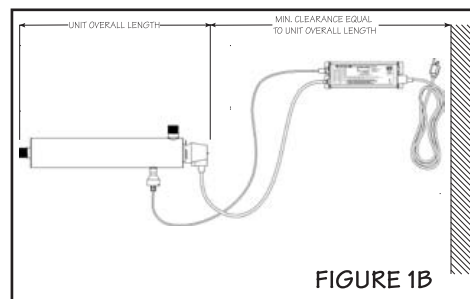

FIGURE 1B
2. Choisir un emplacement approprié pour l'installation du système de désinfection et des composants connexes. Tenir compte de la recommandation d'installer un disjoncteur de fuite à la terre (recommandé). Le système peut être installé verticalement (l'orifice d'entrée d'eau en bas – Figure 1A) ou horizontalement (Figure 1B); cependant, il est préférable de l'installer verticalement. Lors du choix de l'emplacement d'installation, veiller à laisser un espace libre suffisant pour les opérations de remplacement de la lampe UV et/ou du manchon de quartz (typiquement, on laisse un espace correspondant à la taille du réacteur lui-même). (Note : pour fins de démonstration seulement, ces diagrammes représentent une installation comprenant le système "PLUS" avec un capteur UV)